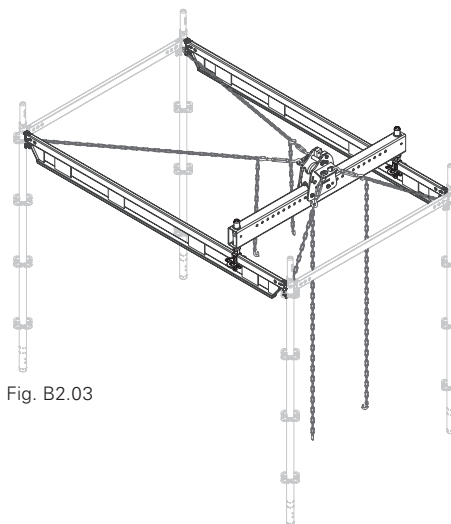

Fig. B2.03
- non si sposa con la sottostruttura portante, vedere Fig. B2.03.